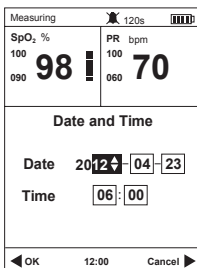

Рис.3.2
- 2) Нажмите кнопку навигации, чтобы выбрать пункт «Дата и время», а затем нажмите кнопку «OK», чтобы войти в экран настройки времени, см. Рис.3.2.